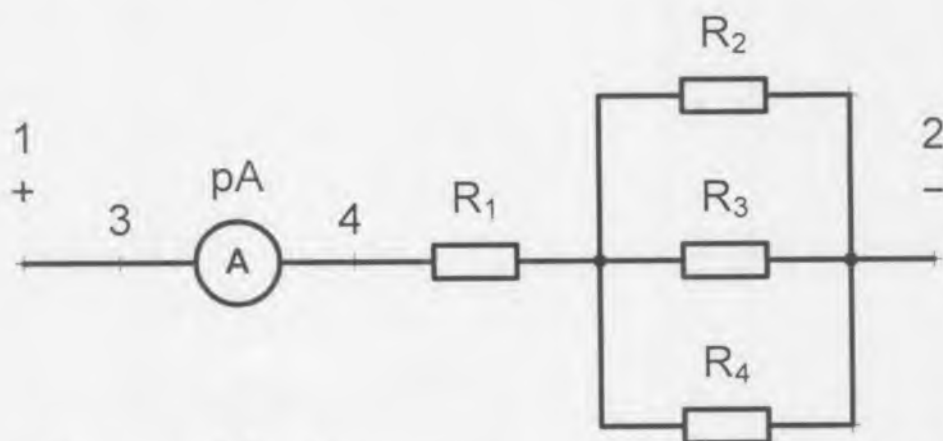

Рисунок 1.5 – Смешанное включение резисторов
а) рассчитать эквивалентное сопротивление электрической цепи, показанной на рис. 1.5;
2. Рисунки исследуемых схем (рис.1.5.,1.6.)